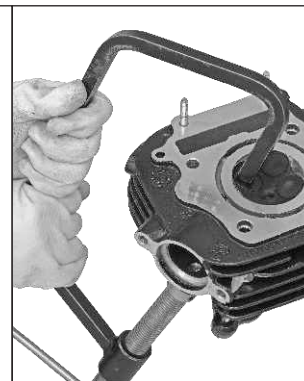

Fig. 1.8B
- Se usa para comprimir los resortes de las válvulas de admisión y de escape para remover las válvulas de la culata. (Fig. 1.8B)